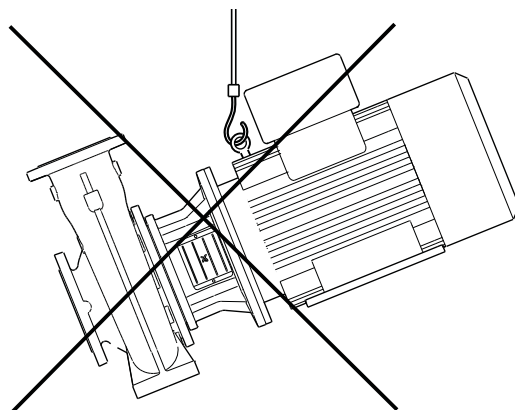

Рис. 4 Неправильный способ строповки насоса
**Запрещено поднимать насосные агрегаты мощностью свыше 4 кВт только за рым-болты электродвигателя. См. рис. 4.**